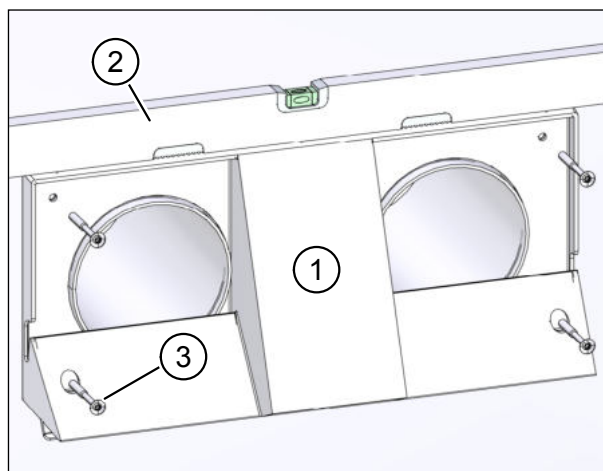

Abb. 7: Grundplatte befestigen
- ▶ Setzen Sie die Grundplatte (Pos. 1 in Abb. 7) vorsichtig und lagerichtig auf die Lüftungsrohre auf. Achten Sie darauf, dass die Dichtungen nicht beschädigt werden.
- ▶ Richten Sie die Grundplatte mit einer Wasserwaage (siehe Pos. 2 in Abb. 7) lotrecht aus.
- ▶ Befestigen Sie die Grundplatte mit den vier mitgelieferten Schrauben (Pos. 3 in Abb. 7).